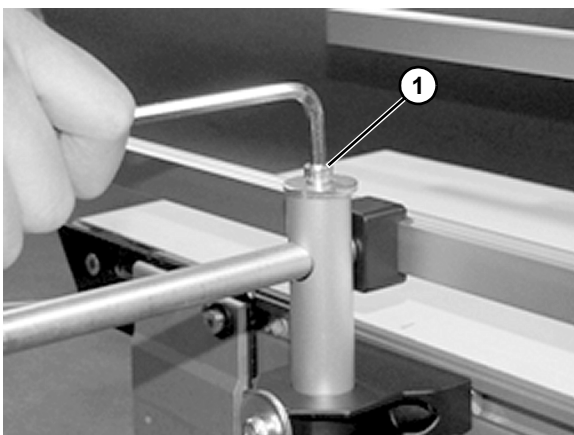

Figura 35
6. Ajustar la anchura del riel con tornillo superior (**Figura 35, parte 1**).